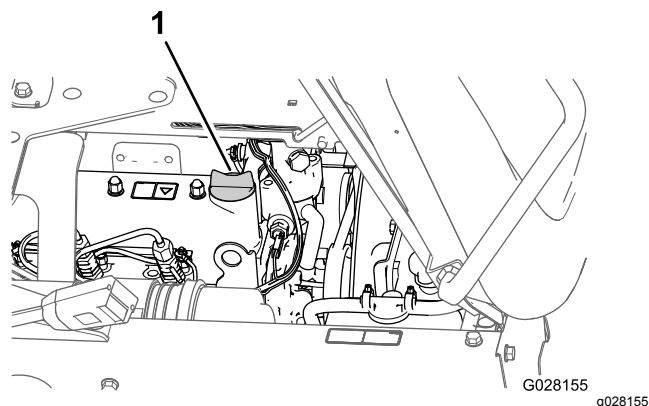

図 19
3. オイルの量が不足している場合は、バルブカバーについている補給口のキャップ (図 19) を取り、ディップスティックの FULL マークまで、補給管からオイルを補給する。